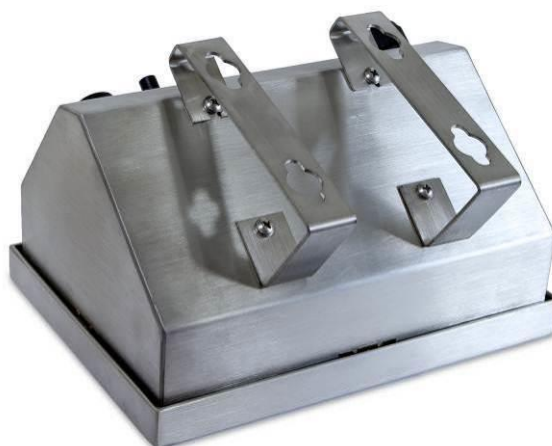

图 2-8: 安装墙式支架
- O. 把盖子合上以后，用 4 个螺钉把支架固定到仪表上，如图 2-8 所示。